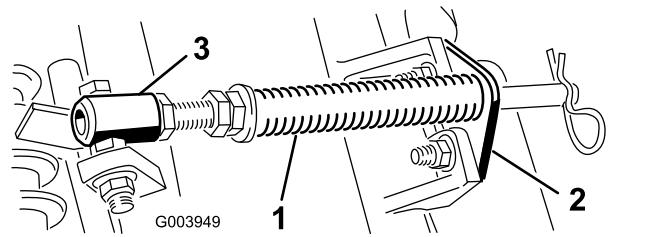

Bild 5
- A. Nehmen Sie die zwei Schlossschrauben und Muttern ab, mit denen die Stangenhalterung an den Nasen der Schneideinheit befestigt ist (**Bild 5**).
- B. Nehmen Sie die Bundmutter ab, mit denen die Schraube des Federrohrs an der Trägerrahmenlasche befestigt ist (**Bild 5**). Nehmen Sie das Bauteil ab.